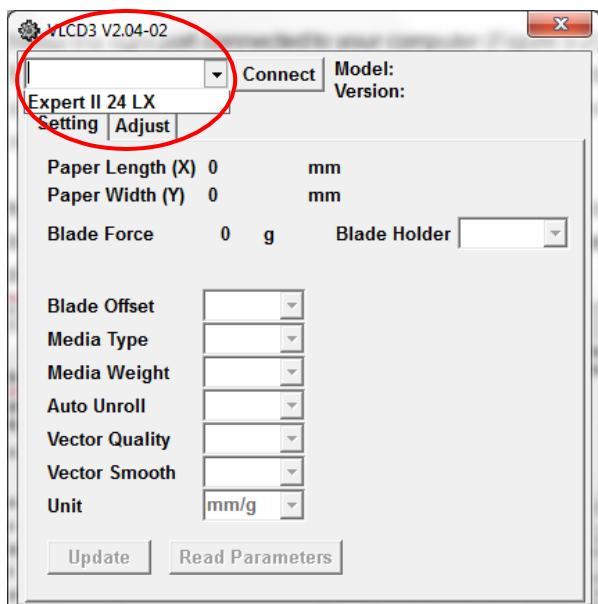

Рис. 3-2
**Шаг 3** Выбрать порт подключения к компьютеру (рис. 3-2).